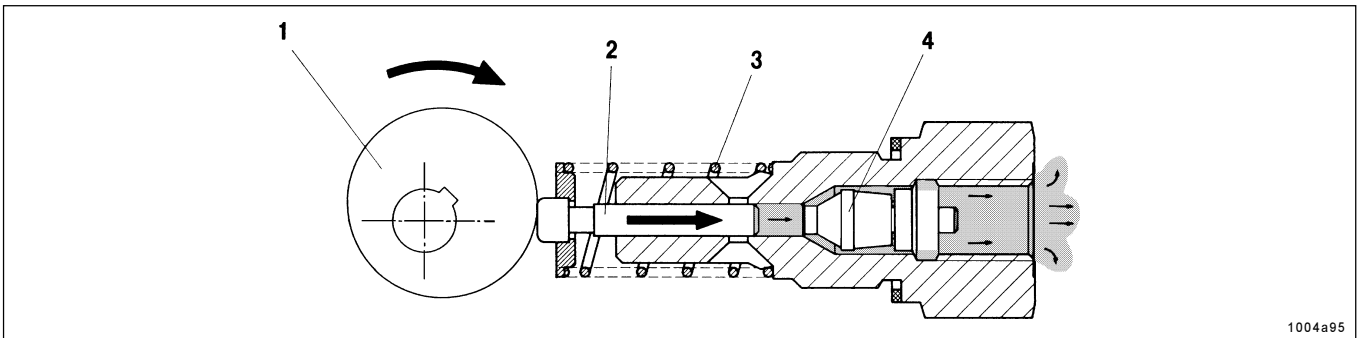

Abb. 8 - Pumpenelement fördert
- fördert der Kolben 2 den Schmierstoff über Verteiler zu den angeschlossenen Schmierstellen, siehe Abb. 8.